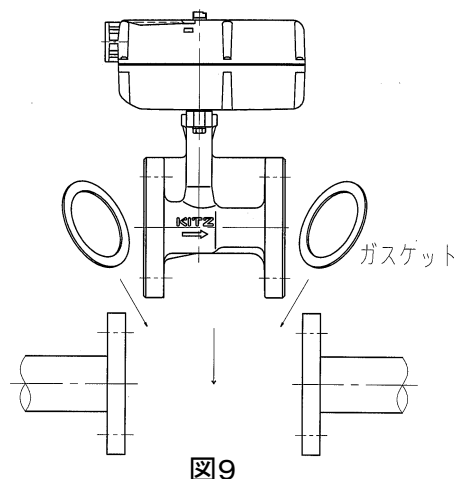

図9
- 3.5 ガasketの寸法が合っていることを確認後、配管フランジとバルブフランジ間に挿入してください。図9